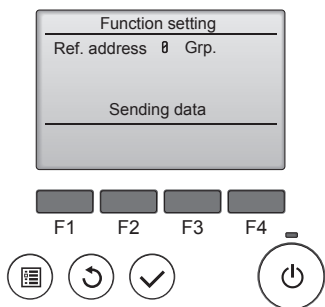

Fig. 6-15
- ⑤ (Fig. 6-15)
- ① Przechodzenie do trybu wyboru funkcji